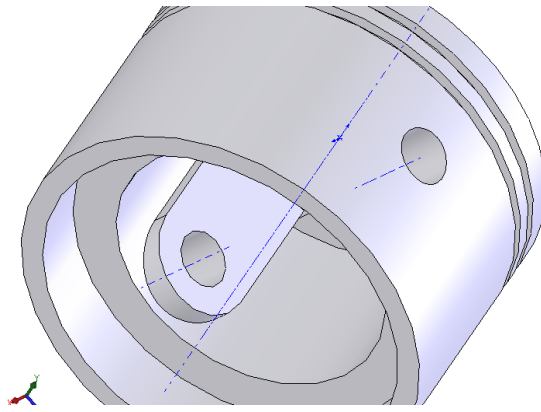

Рис. 4.1.9. Результат побудови
19. Поверніться до найпершого створеного твердотільного елемента ВРАЦ.БОБЫШКА і відредагуйте кут повороту на 360 градусів. Результат на рис. 4.1.9.